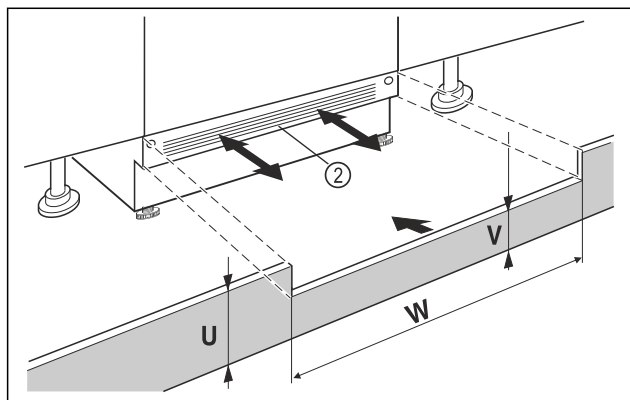

Fig. 11 Ilustrační zobrazení
- Nasadte krycí lištu spotřebiče Fig. 11 (2) ale ještě nepřipevňujte.
- U viditelné krycí lišty Fig. 11 (2) tuto lištu vytáhněte dopředu natolik, až jsou přední hrana větrací mřížky a nábytkové krycí lišty zarovnané.
- Při zakryté krycí liště Fig. 11 (2) tuto lištu zasuněte úplně dozadu.
- Dbejte a zcela volné větrací štěrby: V případě potřeby přizpůsobte krycí lištu nábytku Fig. 11 (U) na potřebnou výšku!
- Podél šířky výklenku Fig. 11 (W) přizpůsobte výšku můstku Fig. 11 (V) pod krycí lištou spotřebiče Fig. 11 (2).